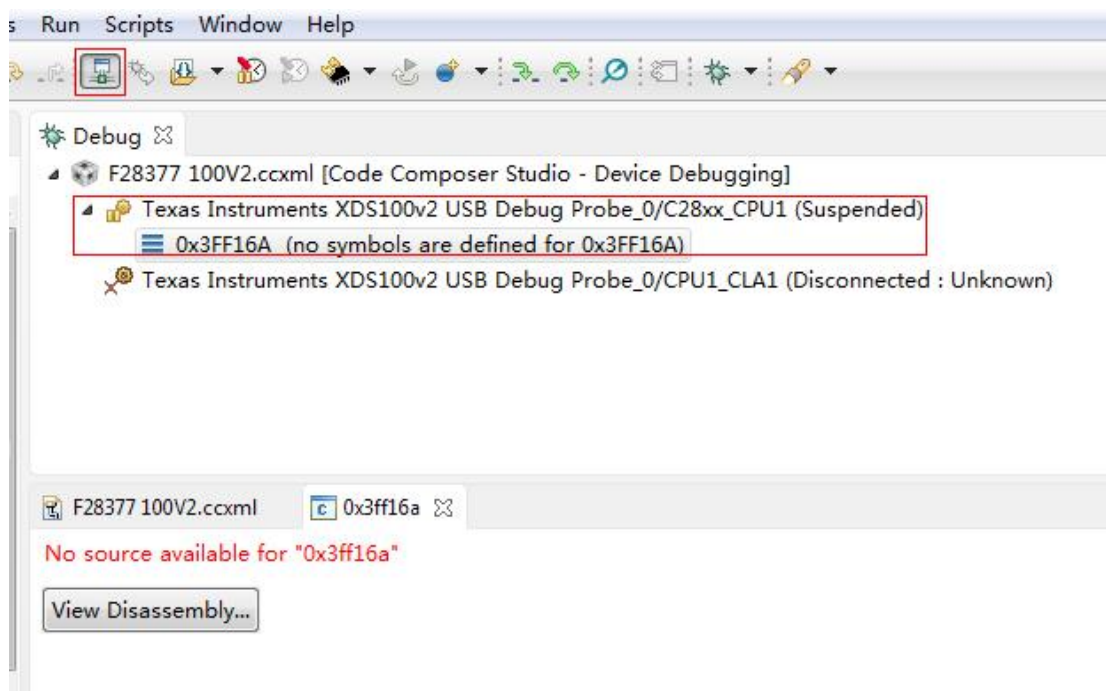

图 3-10-1 连接界面
- (1) 首先将 CCS6.1 开发环境打开;
- (2) 接着把仿真器的 USB 与电脑进行连接, 将仿真器的另一端 JATG 端插到 YX-F28377 开发板的 JATG 针处 (注意仿真器插入方向, 请仔细核对防差错针的位置);
- (3) 连接目标板, 出现如下图 3-10-1 则表示连接成功;